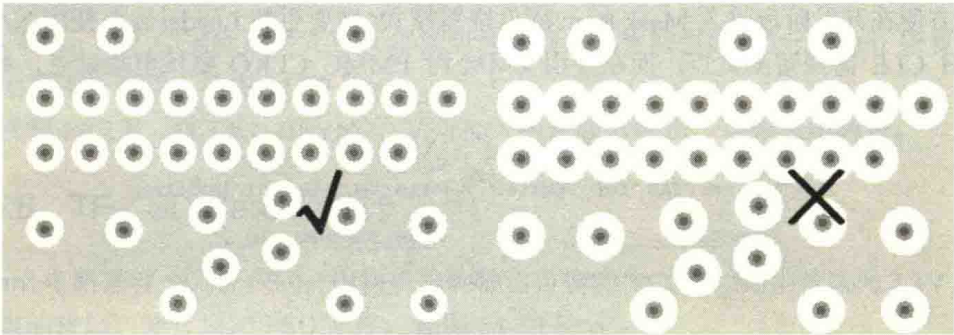

图 14-22 LPDDR2 的平面完整性
(5) VREF 的处理：VREF 尽量靠近芯片；VREF 走线尽量短，且与任何数据线分开，保证其不受干扰（特别注意相邻上下层的串扰）；VREF 只需要提供非常小的电流（输入电流大概为 3mA）；每一个 VREF 管脚都要靠近管脚加 1nF 旁路电容（每路电容数量不超过 5 个，以免影响电源跟随特性）；线宽建议不小于 10mil。
(6) 保证平面完整性：DDR 部分的平面完整性会直接影响 DDR 性能及 DDR 兼容性；在设计 PCB 的时候，注意过孔不能太近，以免造成平面割裂，一般推荐两孔中心间距大于 32mil，两孔之间可以穿插铜线，如图 14-22 所示。